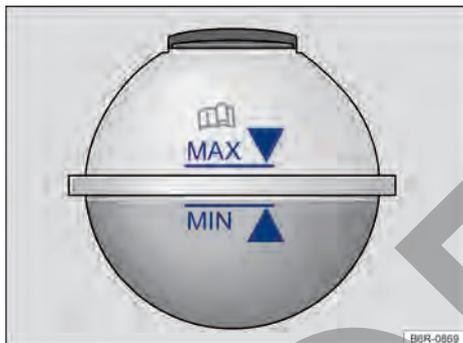

Fig. 157 En el compartimento del motor: marca en el depósito de expansión del líquido refrigerante del motor.
- Con el motor frío, comprobar el nivel del líquido refrigerante del motor por la marca lateral del depósito → fig. 157.
- El nivel del líquido refrigerante del motor debe permanecer dentro de la marca del depósito → fig. 157. **¡No complete por encima de la marca "MAX" → !**
- Agregue líquido refrigerante del motor solo hasta la marca "MAX" → fig. 157. De lo contrario, al calentarse, el líquido excedente sería expulsado del sistema de refrigeración del motor y podrá causar daños.